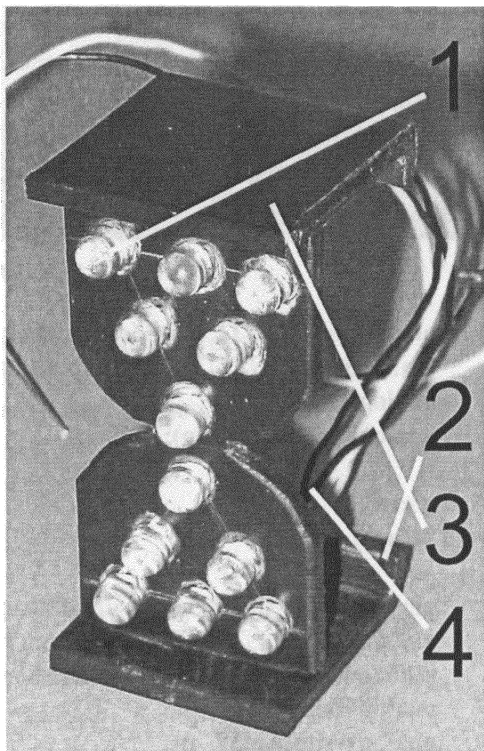

Рис. 13
В эксперименте под номером 5 мы симулировали работу программы «песочных часов» с отсчётом времени в 1 минуту. Попробуем реализовать конструкцию в «железе». Изготовить индикатор (рис. 13) проще из отрезков листовой пластмассы толщиной 2-3мм. Светодиоды (1) располагаются в отверстиях диаметром 5мм, образующих пару треугольников. Подставка (2) и крышка индикатора (3) сажаются на секундный клей. Четыре соединительных провода (4) располагаются с обратной стороны индикатора. Монтаж выводов светодиодов (согласно рис. 5 предыдущей главы) навесной. Реализация макета показана на рисунке 14.